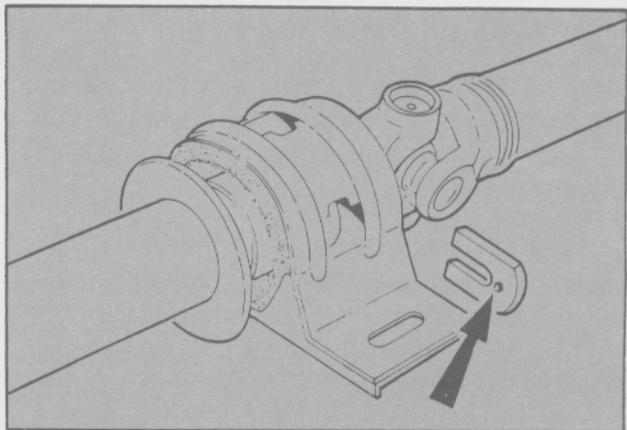

Fig. 14- Arandela en "U". Posición.
- Retirar el tornillo de vinculación y la arandela en "U" (Fig. 14).